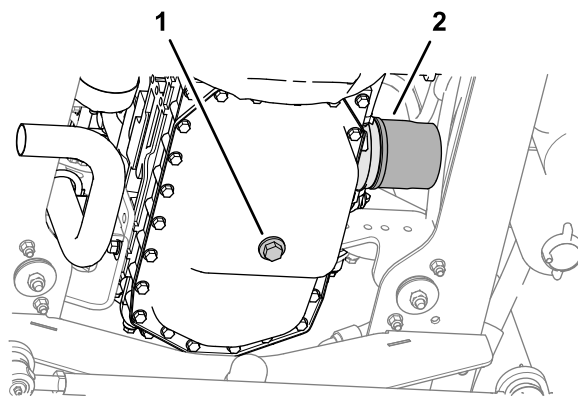

Bild 56
1. Entfernen Sie die Ablassschraube und lassen Sie das Öl in die Auffangwanne ab (Bild 56).